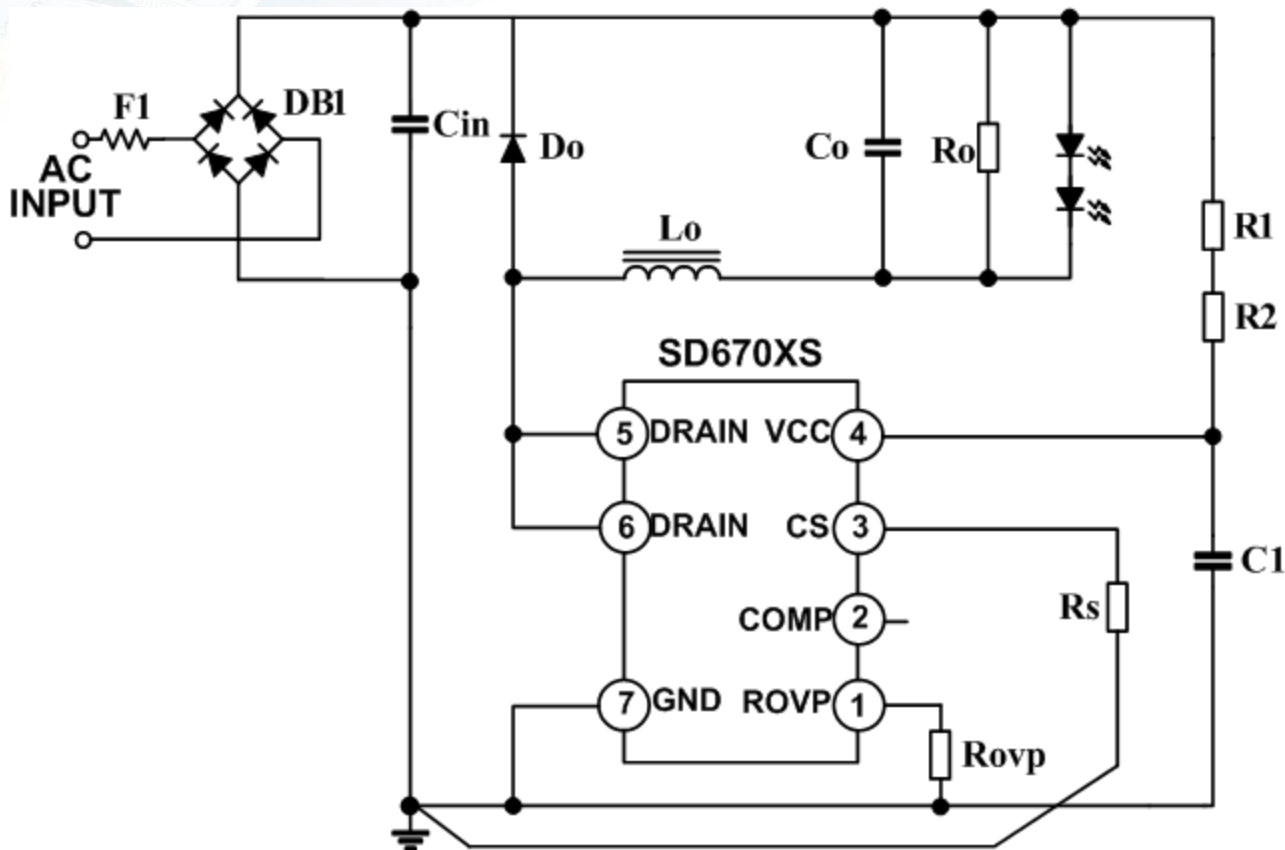

图1 典型应用原理图
(1) 如图1典型应用中所示， $C_{in}$ 为输入滤波电容；在实际应用中使用电解电容；电容耐压取400V或450V，容值大小根据输出功率及电压确定，下表给出了参考范围(176VAC~265VAC输入)，使用时可以根据实际情况做调整。
(2) 如图1典型应用原理图所示， $C_o$ 为输出滤波电容；一般可使用CBB电容或电解电容；由于芯片具有空载保护功能，所以可以根据设定的值选择电容的耐压或建议用400V；容值根据纹波要求选取；同时输出电容两端需要并联电阻用作假负载，一般取值范围从100K到1M之间
(3) 最大占空比为90%（理论值），所以考虑到产品本身应有的偏差，建议设定 $D_{MAX}=85\%$ ，设计时要考虑输入最低电压与输出电压之差值。
SD670X具有输出OVP保护及设定功能，如图1典型应用原理图所示。ROVP脚外接电阻进行输出空载时的OVP电压设定。
GND为芯片接地脚，如图 1 典型应用原理图所示，与ROVP电阻地以及VCC电容地相连接。PCB走线时，采样电阻 $R_s$ 地线建议与上述地线分开走线，并接到整流桥后滤波电容（C1）地。